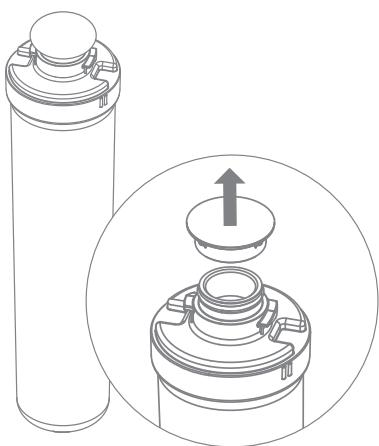

Рис. 21
3. Удалите защитные колпачки с картриджей (рис. 21).